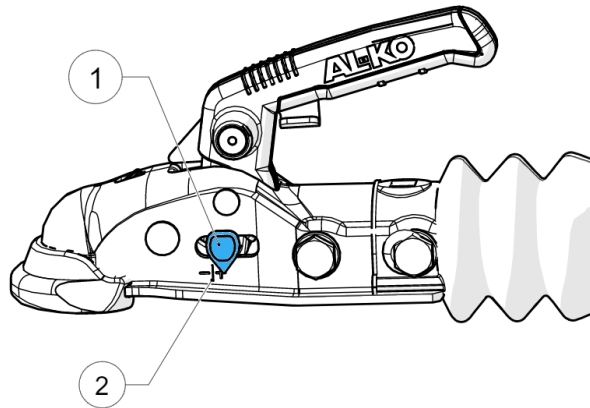

Figure 25 - Témoin d'usure de l'attelage de remorque
10. Vérifier que l'indicateur d'usure (1, Figure 25) est sur le côté positif du repère de limite (2, Figure 25).